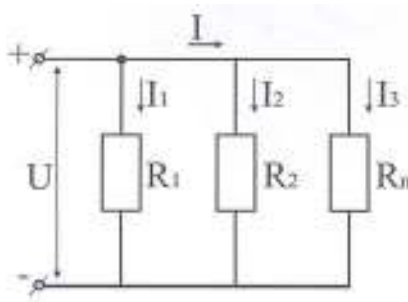

Рисунок 6
12. Параллельное соединение электроприемников (рис. 6).